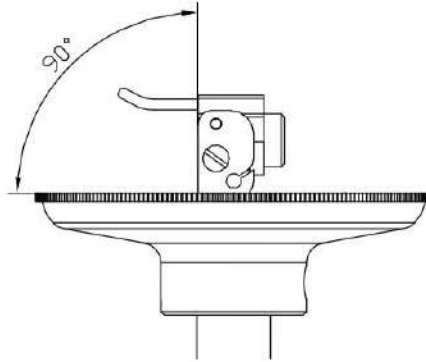

图 4
4.2 检查机针是否与送料盘垂直。（插图 4）
4.2. Check Needlebar is Square to Back Cup (Seeing Fig 4)